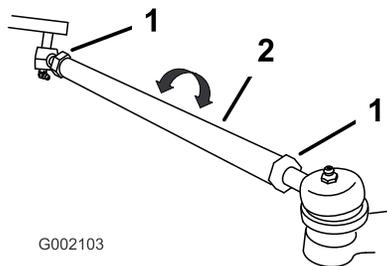

Bild 33
4. Wenn der Wert nicht zwischen 0-6 mm liegt, lösen Sie die Klemmmuttern an beiden Ende der Zugstangen (Bild 33).